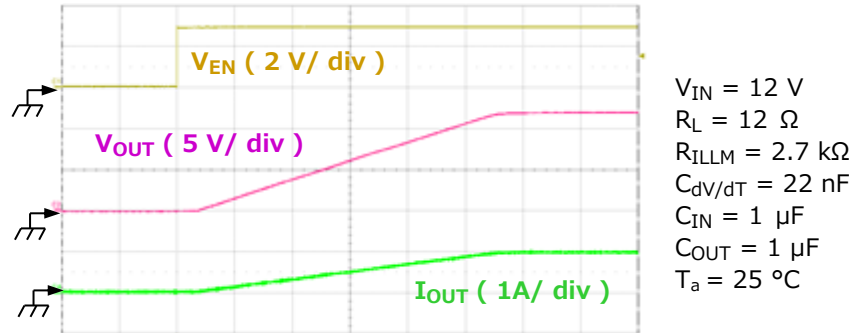

図 6.13 突入電流抑制 (スルーレートコントロール) 回路動作波形
出力がオンしたとき、負荷側に接続されたコンデンサーを充電するため突入電流が流れます。この電流が大きすぎると過電流保護回路が動作して出力の立ち上がりが不能になったり、入力電圧のアンダーシュートや出力電圧にオーバーシュートが発生したりする恐れがあります。これらを防ぐため、出力電圧の立ち上がり時のスルーレートをコントロールして突入電流を制限するのが突入電流抑制回路です。図 6.13 に、本回路により突入電流を制限したときの出力電圧の立ち上がりと突入電流の様子を示します。
③ 過熱保護機能動作後	(図 6.13 参照)